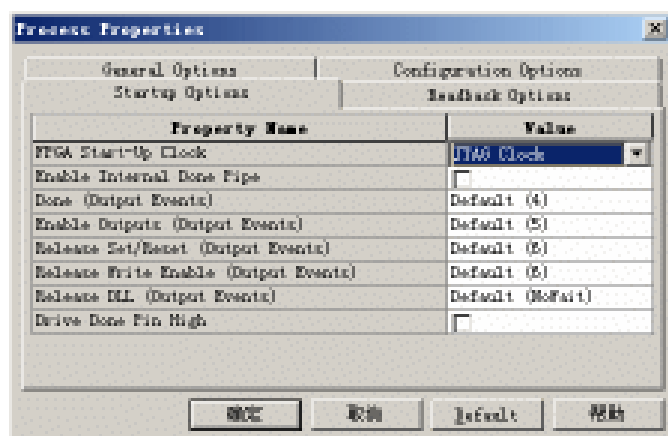

图7-22 JTAG 模式下 FPGA Start-Up Clock 的设置
1. 首先生成 BIT 文件，在【Processes for source】窗口中双击“Generate Programming File”即可，需要注意的是“FPGA Start-Up Clock”应设置为 JTAG Clock，如图 7-22 所示。